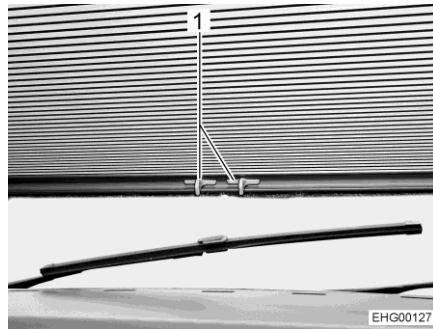

Fig. 44 Estor plegable (luna delantera)
- Cerrar:** ■ Juntar los tiradores (Fig. 44,1) y tirar el oscurecedor hacia abajo.